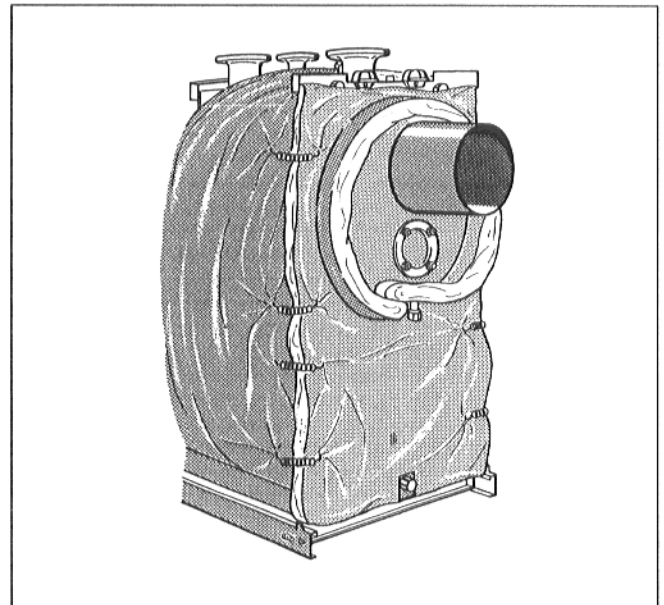

Fig. 10
- Poser le panneau d'isolation sur la paroi arrière de la chaudière et le fixer avec l'isolation du pourtour à l'aide de 8 ressorts tendeurs (Fig. 10).
- Poser la bande d'isolation autour du collecteur de fumées, la faire chevaucher et la fixer à l'aide d'un ressort tendeur (Fig. 10).